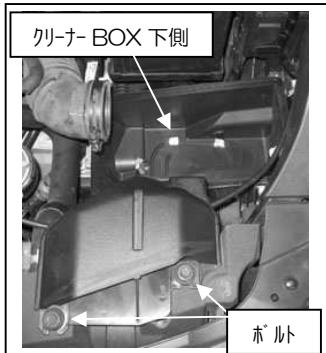

図2
- ②ダクト部のボルトを外し、ダクトごとクリーナーBOX下側を外します。図2参照